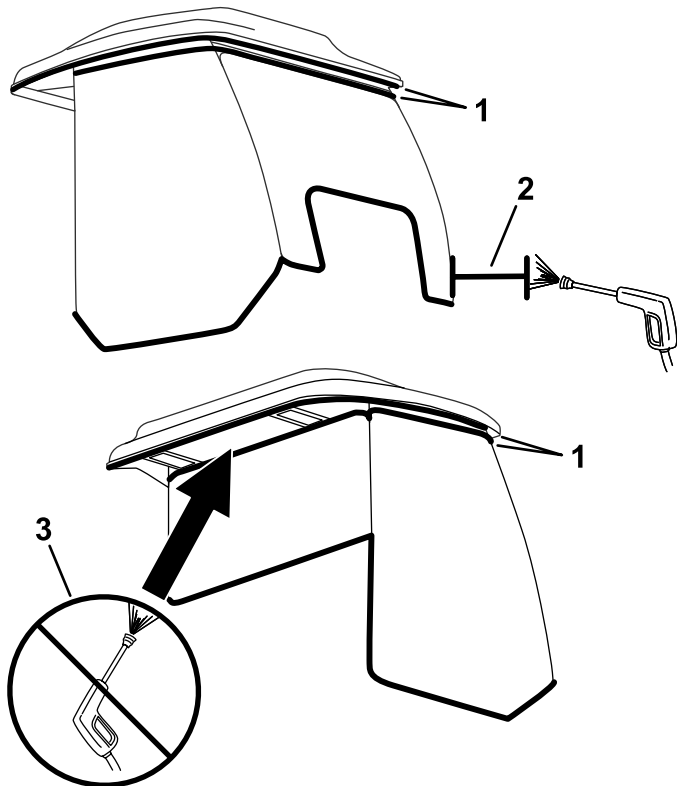

Figura 125
**Importante:** Tenga cuidado alrededor de las juntas de la cabina (Figura 125). Si utiliza una lavadora a presión, mantenga la lanza de la lavadora a una distancia mínima de 60 cm de la máquina. No dirija el chorro de la lavadora a presión directamente sobre las juntas de la cabina o por debajo del reborde trasero.